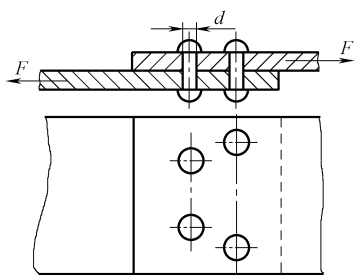

图 2-12
19. 一铆接接头承受载荷 $F = 300\text{kN}$, 如图 2-12 所示。铆钉的剪切许用应力 $[\tau] = 145\text{MPa}$, 若选用直径为 20mm 的铆钉, 铆钉数量最少应有几个?
20. 一铆接接头承受载荷 $F = 320\text{kN}$, 如图 2-12 所示。铆钉的剪切许用应力 $[\tau] = 145\text{MPa}$, 若选用直径为 18mm 的铆钉, 铆钉数量最少应有几个?